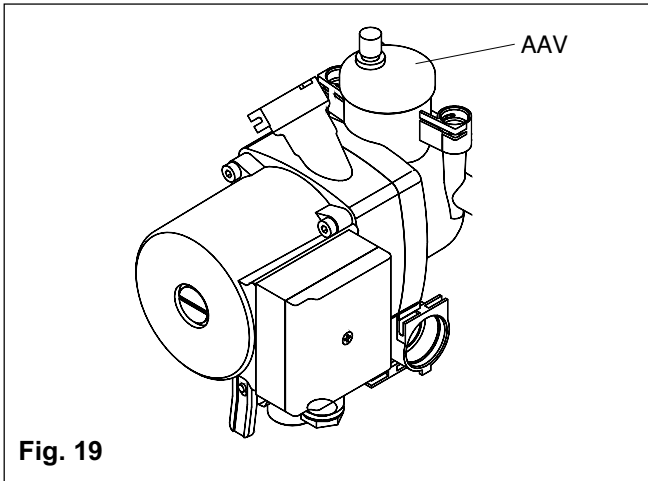

Fig. 19
6.8 AUTOMATIC AIR RELEASE VALVE (AAV) fig. 19